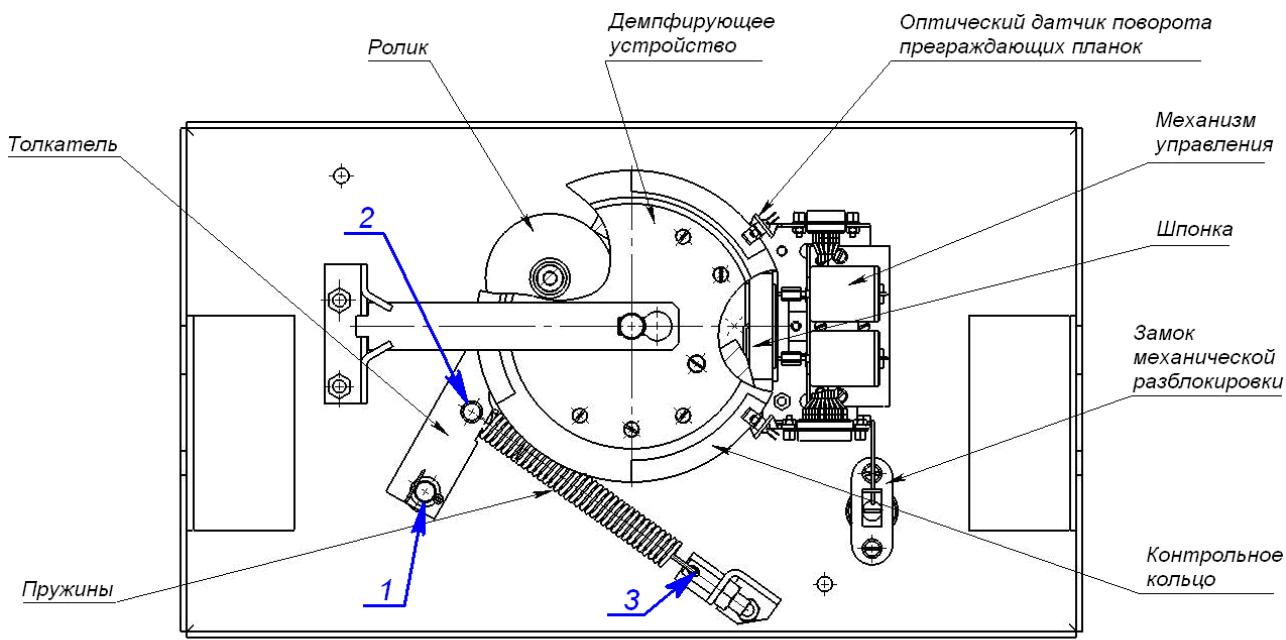

Рисунок 16. Расположение внутренних деталей и узлов стойки турнкета
- Снимите крышку турникета (3) в соответствии с разд. 6.
- Открутите по две гайки М6, фиксирующих верхние части стенок внешних (2) на стойке турникета, после чего снимите стенки внешние, приподняв их вверх.
- Проведите визуальный осмотр устройства поворота (толкателя, пружин и ролика), оптических датчиков поворота преграждающих планок и демпфирующего устройства (см. рис. 16).
- четыре втулки на устройстве поворота (две – на оси вращения толкателя, две – на оси крепления пружин) и отверстия в деталях крепления пружин (см. рис. 16);